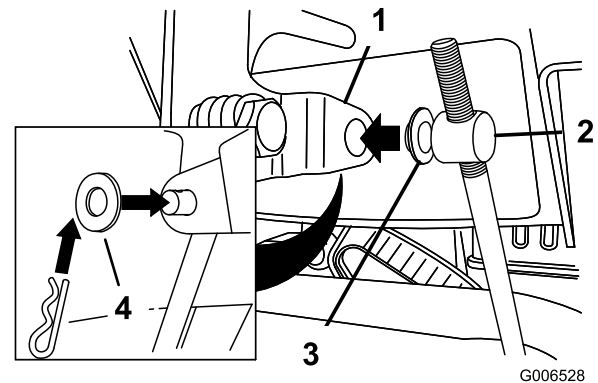

Bild 11
- Entfernen Sie den Splint und die äußere Scheibe vom Drehzapfen am oberen Ende des Geschwindigkeitseinstellgestänges (Bild 11).
Hinweis: Lassen Sie die Flachscheibe auf dem Drehzapfen, um den Einbau zu vereinfachen (Bild 11).
- Heben Sie die Geschwindigkeitsschalstange an und setzen Sie den Drehzapfen in das Loch im Geschwindigkeitsschalthebel (Bild 11).